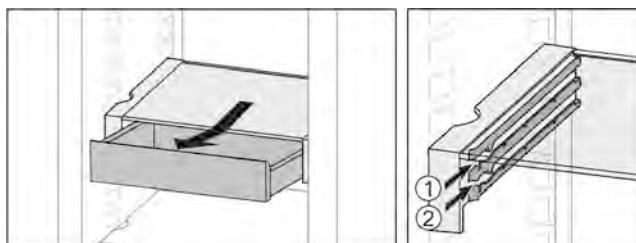

Fig. 18
- ▶ На любой высоте Fig. 18 (1) или Fig. 18 (2) вставьте.